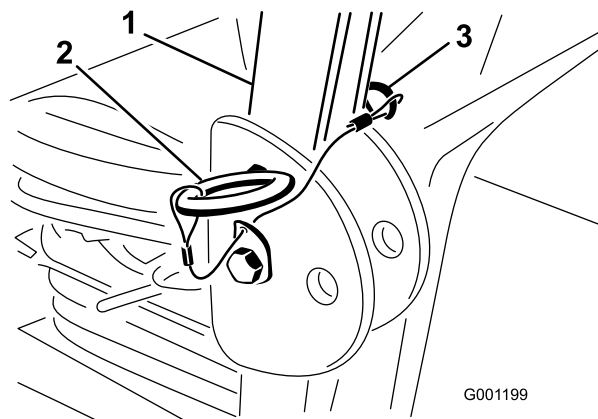

Figura 30
1. Para baixar a barra de segurança, remova os contrapinos e os 2 pinos (Figura 30).
3. Instale os 2 pinos e fixe-os com os contrapinos (Figura 30).
4. Para levantar a barra de segurança, remova os 2 pinos (Figura 30).
5. Levante a barra de segurança na vertical, instale os dois pinos e fixe-os com os contrapinos (Figura 30).